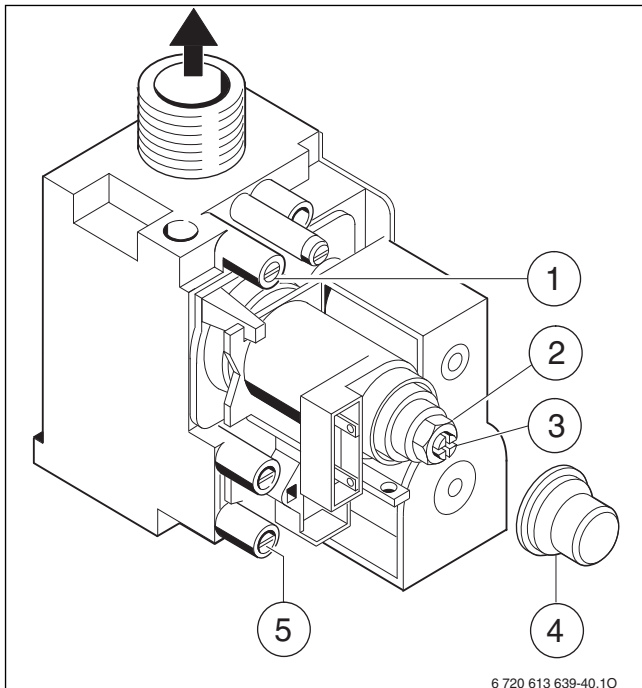

Рис. 33
- ▶ Отвернуть уплотнительный винт измерительного штуцера давления перед форсунками (1) и подсоединить U-образный манометр (→ рис. 33).
- ▶ Снять крышку (4).
- ▶ Давление перед форсунками для положения «максимум» приведено в таблице на стр. 30. Установите давление перед форсунками регулировочным винтом максимального расхода газа (2). Поворот направо - больше газа, поворот налево - меньше газа.